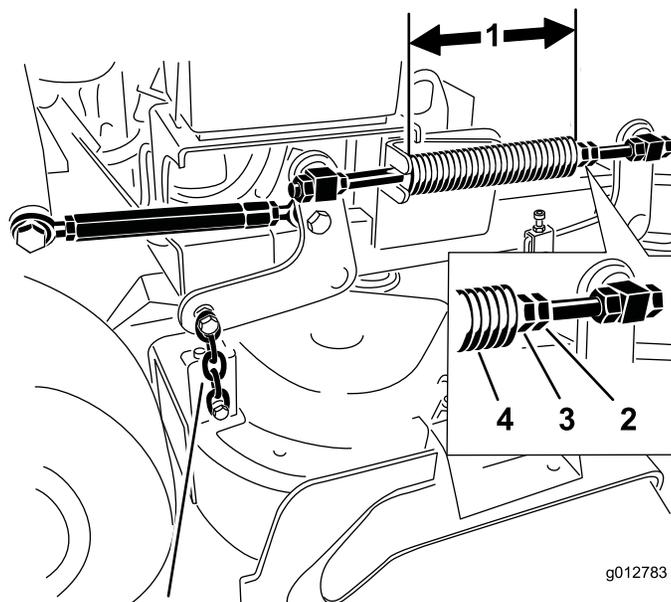

図 87
2. 圧縮スプリングの長さを調べる。この長さ (名目長さ) は 36 インチ・デッキの場合には 28.2 cm、40 インチ・デッキの場合にはこの長さが 25.7 cm である (図 87)。
3. スプリングのジャム・ナットをゆるめ、各スプリングの前についているナットでこの距離を調整する (図 87)。
4. スプリングのジャムナットを締めて調整ナットを固定する (図 87)。